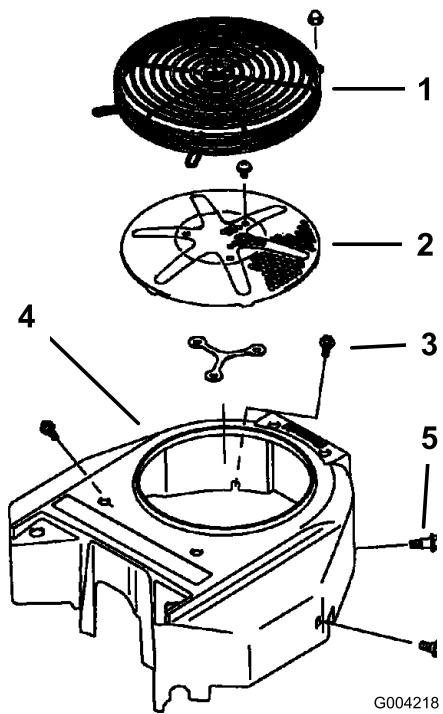

図 54
毎回、運転前に、エンジンスクリーンやその付近に刈りかすやごみがたまっていたら取り除いてください。これにより、十分な冷却効果と適正なエンジン回転数が確保でき、エンジンのオーバーヒートや損傷の発生を抑えることができます（図 54）。
3. 吸気スクリーンとリコイルスター、ファンハウジングを取り外す（図 54）。
5. 吸気スクリーン、スター、ファン・ハウジングを取り付ける（図 54）。